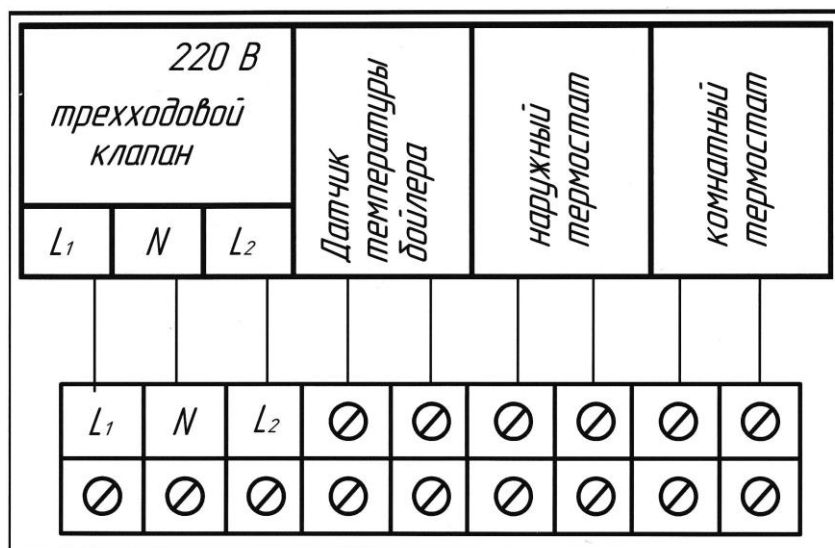

Рисунок 8
- температурный датчик наружного воздуха настраивается в соответствии своему руководству по эксплуатации и подключается, согласно наклейке, на основании прибора ЭПН Volt (см. рис. 8).